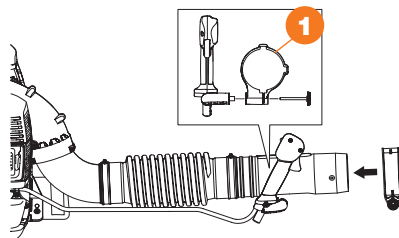

Рис. 3
- Снимите ручку с держателя рукоятки **1**, выровняйте держатель рукоятки с выпуклостью трубки (Рис. 3).